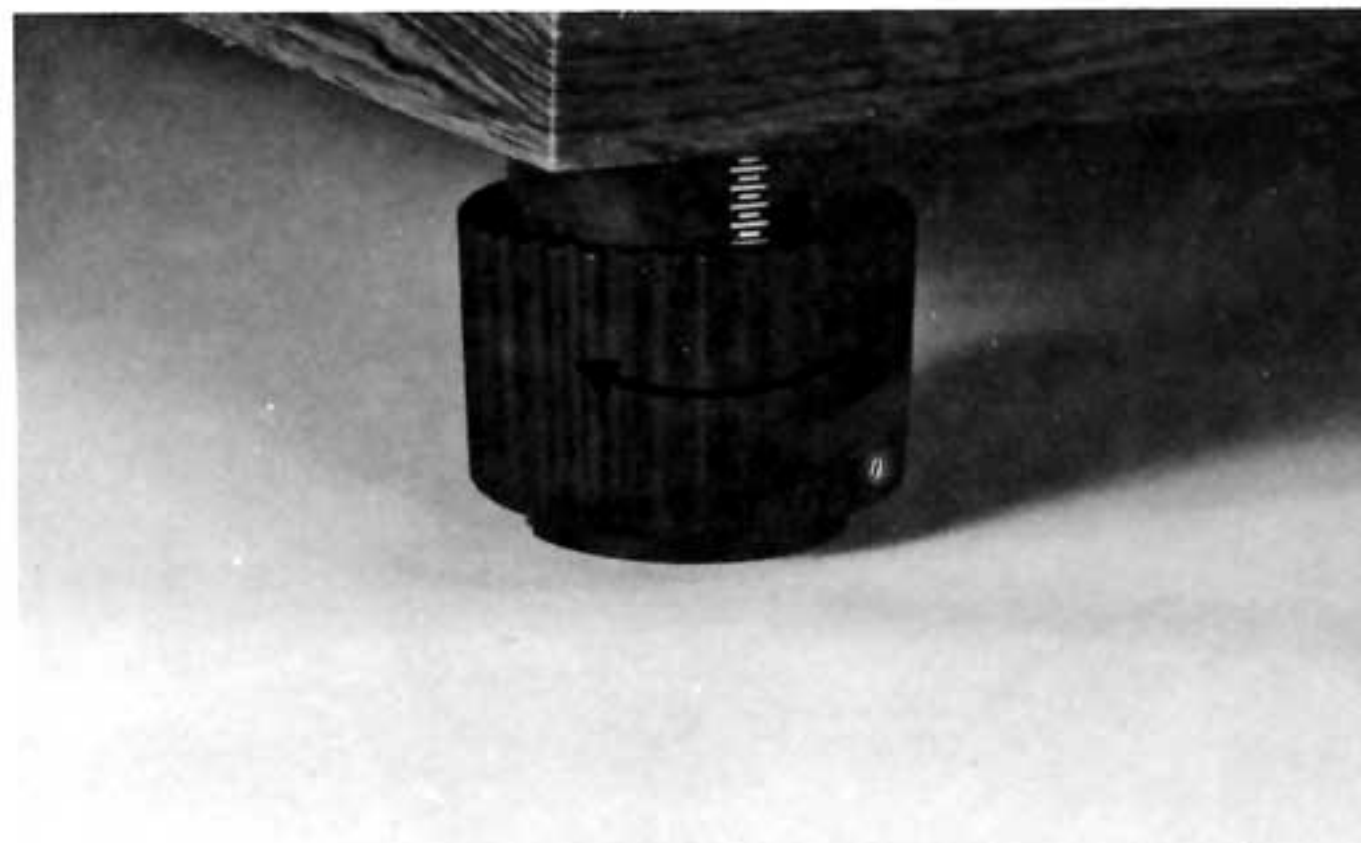

Fig. 5/Abb. 5
2. Four audio insulators are provided at the bottom of the unit so as to prevent howling (feed back whistle) from taking place. These insulators can be adjusted in height. Therefore, adjust their heights so that the unit is kept horizontal. If the insulators are turned in the direction of arrow shown in Fig. 5, the height of motor board is increased.
2. An der Unterseite des Laufwerkes befinden sich gummigelagerte, höhenverstellbare Gerätefüsse. Sie dienen dazu, dem Gerät Trittschallsicherheit zu geben und gewährleisten eine exakte horizontale Aufstellung. Die Justierung erfolgt durch Drehen, wie in Abb. 5 gezeigt.
2. Quatre isolateurs acoustiques sont installés au fond de cet appareil pour empêcher tout "hurlement" (sifflement de réaction). La hauteur de ces isolateurs est réglable. Il faut donc régler leur hauteur de manière que l'appareil soit horizontal après son installation. Pour soulever la platine, tournez les isolateurs dans le sens de la flèche comme indiqué à la figure 5.